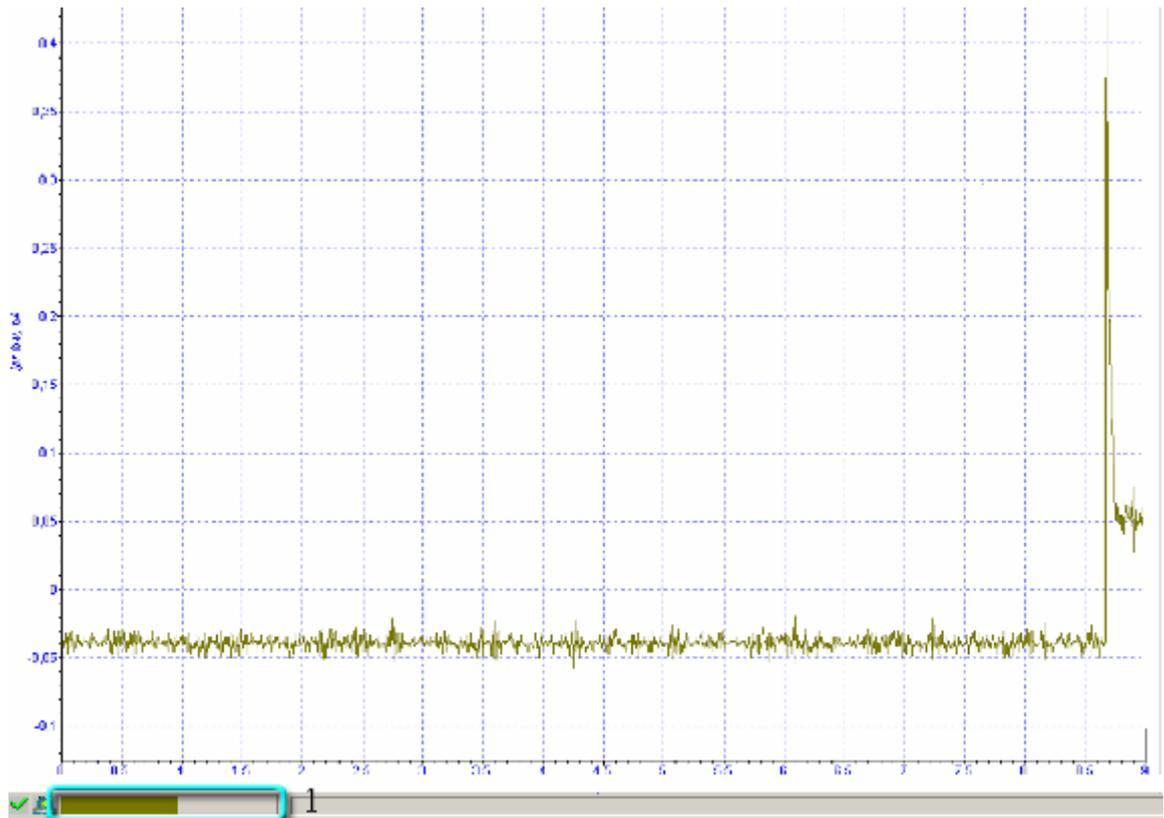

Рис. 10-4. Окончание процесса подвода
- длина цветной полосы индикатора уменьшится и займет некоторое промежуточное положение (Рис. 10-4);